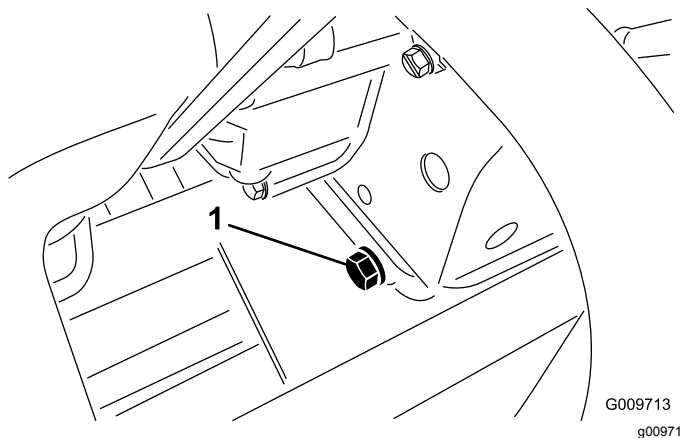

Рисунок 36
1. Снимите заднюю сливную пробку (Рисунок 36) и дайте маслу стечь в сливной поддон. Когда масло перестанет течь, поставьте сливную пробку на место.